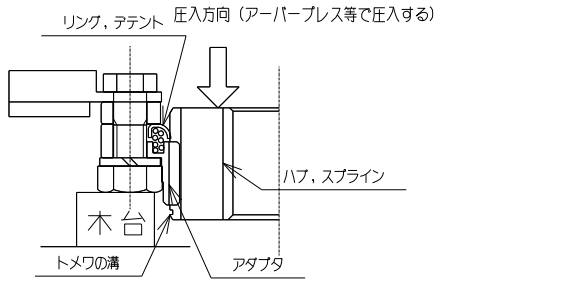

図1
- 図1のようにアダプタ端面からトメワの溝が出るまで、ハブ,スプラインをアーバープレス等で圧入してください。
- 図1のように、トメワ溝がアダプタ端面より出るまでハブ,スプラインをアーバープレス等で圧入してください。